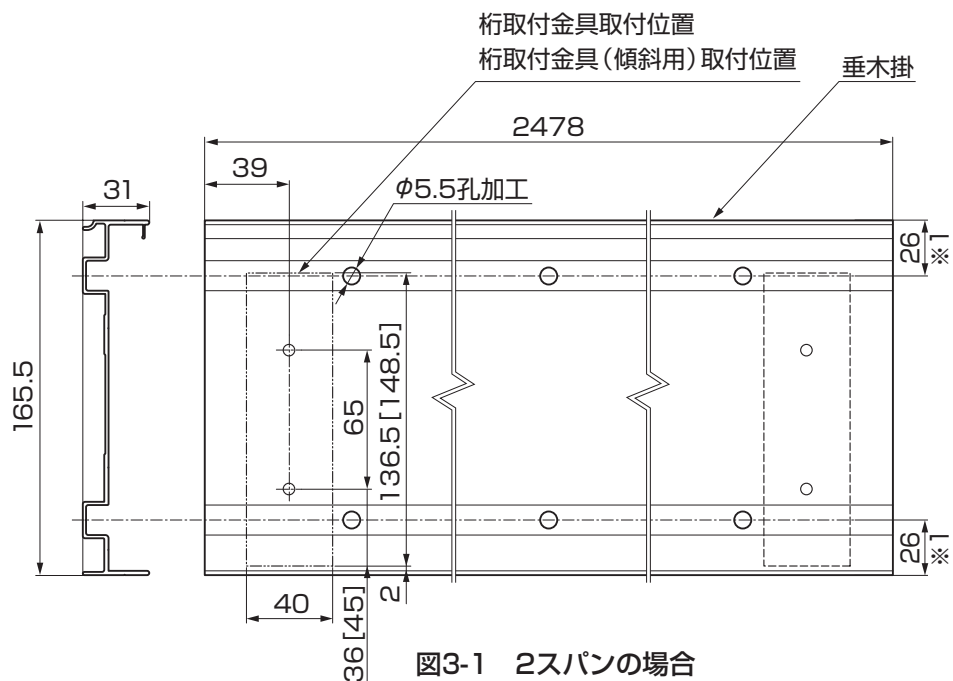
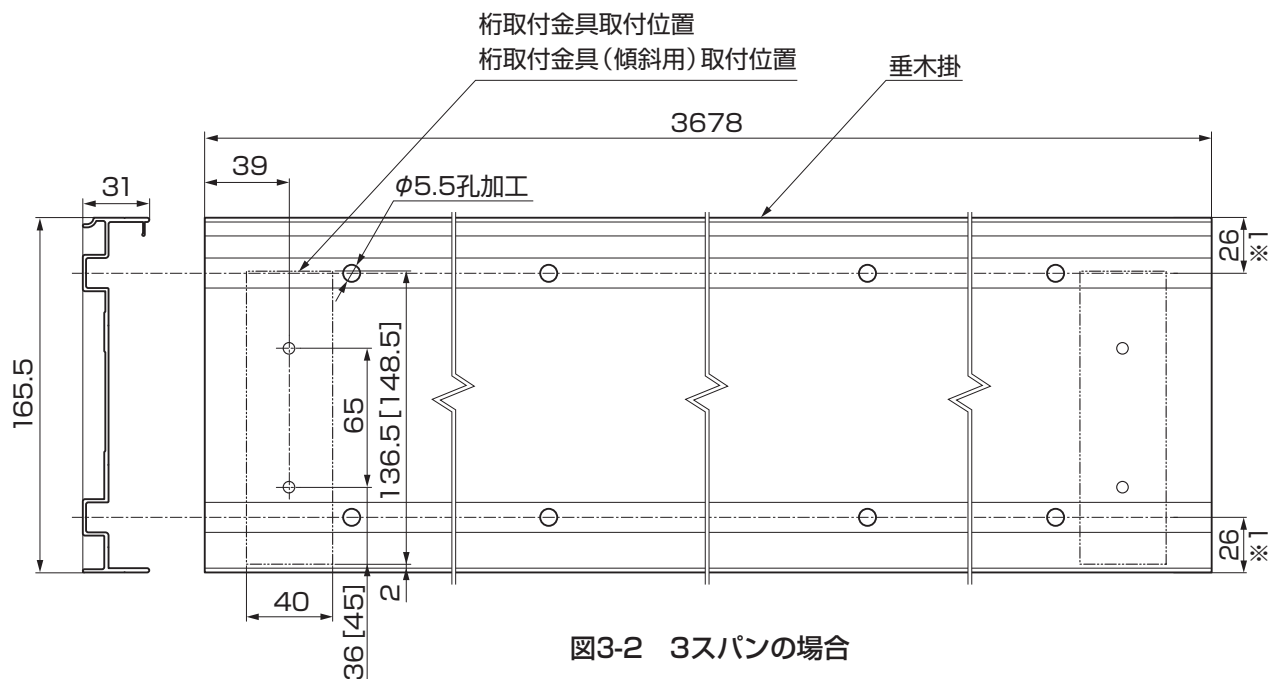

図3-1 2スパンの場合
図3-2 3スパンの場合
①垂木掛に孔加工をしてください。(図3-1参照) (図3-2参照)